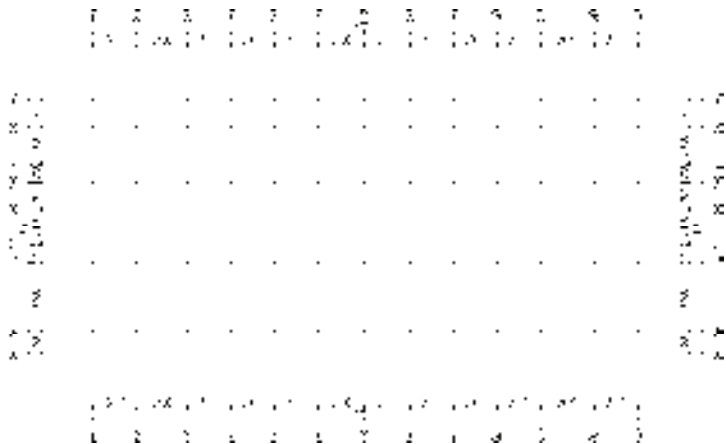

图 14-6 轴网标注
- 3) 按〈Enter〉键，在弹出的“轴网标注”对话框中修改起始轴号为 A，然后为轴网添加进深标注，结果如图 14-6 所示。